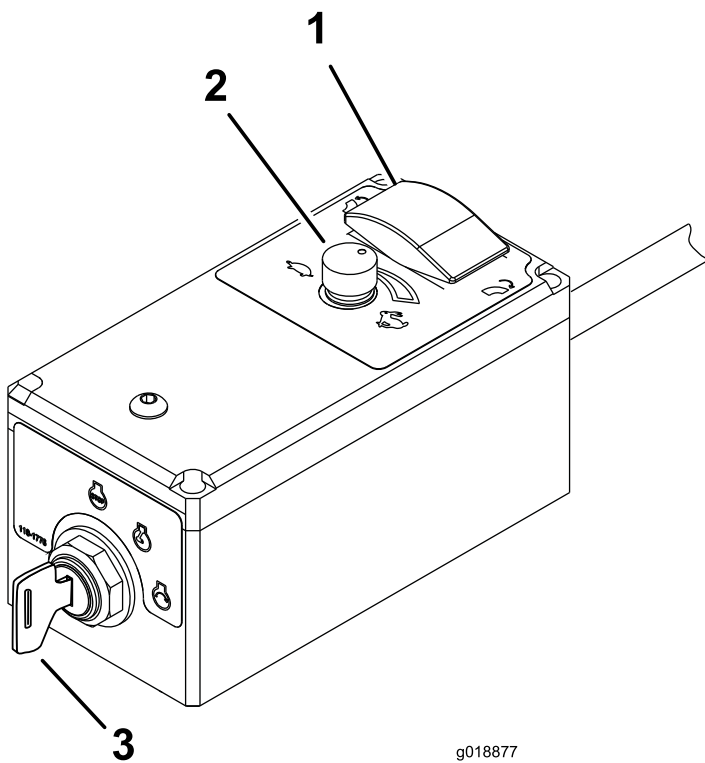

図 10
3. キーを右に回してSTART位置にするとスタータモーターが作動してエンジンが始動します。始動したらキーから手を放してください 図 10。
3. 機械から離れる場合には、キーを OFF 位置に回してエンジンスイッチから抜き取る 図 10